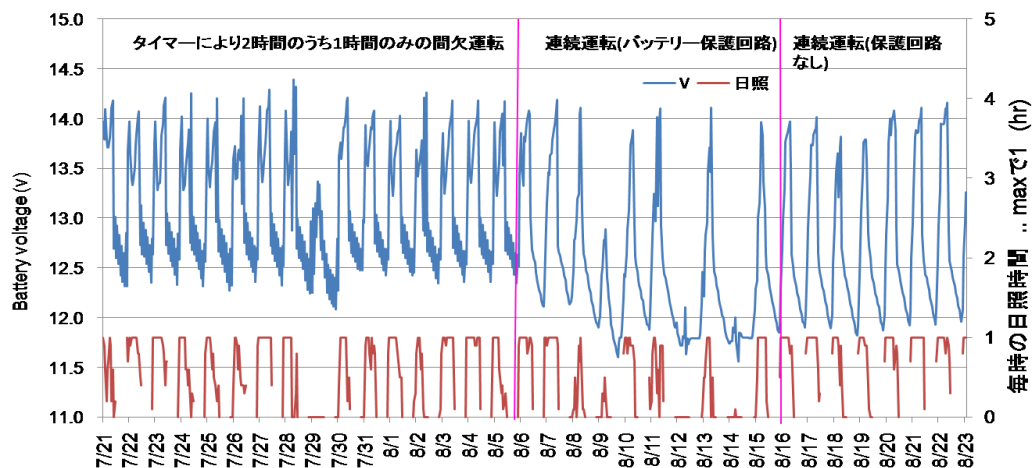

図1 バッテリー蓄電量と日射量の時系列
- (1) 6月末より、ブルが山頂へ荷物を運べるようになるのを待って機材の運搬を行い、設置場所の整備を行なった。昨年に比べ残雪が少なくブルによる運搬はスムーズに行なわれ、3号庁舎脇の水槽(現在は使用していない)の上に設置するための準備作業を行なった。
- (2) 7月20日、研究者2名が上山、山頂管理の山頂班と協力して、設置を完了した。(写真1)
- (3) 結果を図1、2に示すが、この間の観測結果をまとめると次のようになる。